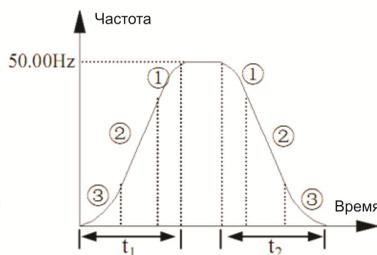

Рис. 6.2 Ускорение/замедление по S кривой
1: Режим Ускор./Замедл. по кривой S Выходная частота увеличивается или уменьшается по траектории S кривой, как показано на Рис. 6-2.
Время пуска по S кривой показано на Рис. 6-2 (3), склон варьирований выходной частоты увеличивается от 0 на градусы.
Время восхождения по S кривой показано на Рис. 6.2.(2), склон варьирований выходной частоты постоянен.